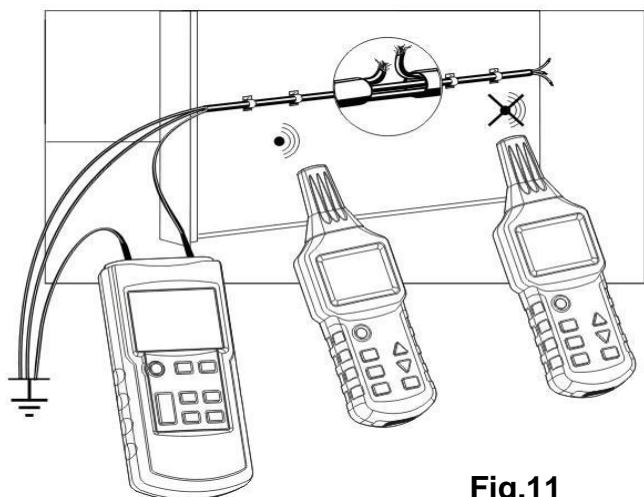

Fig.11
- Tilslut "+" på **Senderen** til lederen der skal testes som vist i Fig.11.
- Alle andre ledere skal forbindes til jord som vist i Fig.11